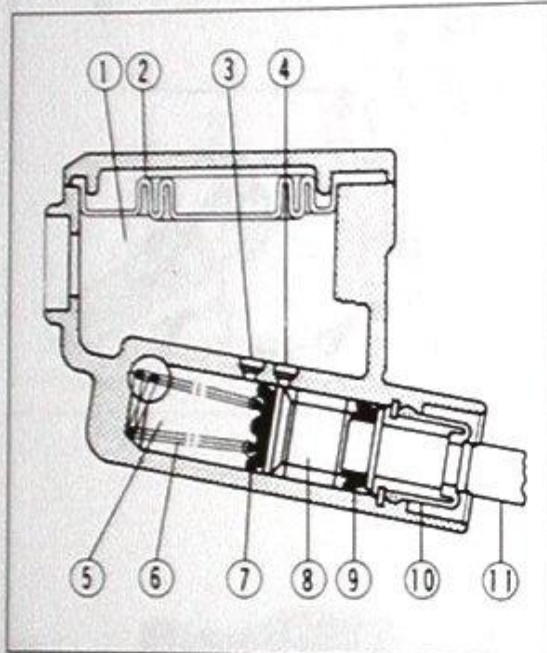

Bild 253
- Feder mit grossem Durchmesser nach innen in Handpumpe einsetzen (Bild 253).